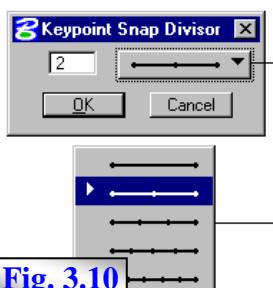

Fig. 3.10
K	Deschide fereastra Keypoint Snap Divizor (fig. 3.10) de setare a diviziunii de snap (& 2.5, fig. 2.39)
- posibilitatea de modificare rapidă, în timpul execuției unei comenzi, a diviziunii de snap (& 2.5, fig. 2.39), prin intermediul fereastrei **Keypoint Snap Divizor** (fig. 3.10), activată prin tasta de apel “K” vezi exemplul 3.13;